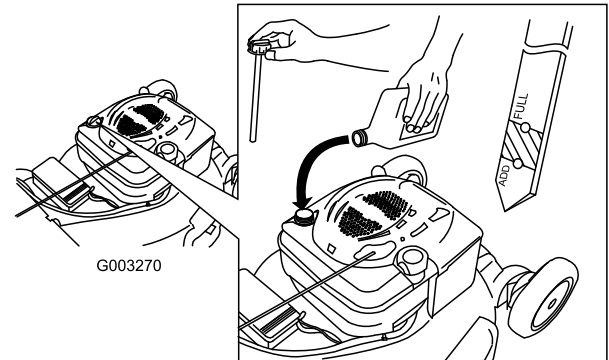

Figura 7
1. Retire la varilla (Figura 7).
2. Vierta **lentamente** aceite en el tubo de llenado hasta que el nivel llegue a la marca "Full" (lleno) de la varilla (Figura 7). **No llene demasiado.** (Capacidad máxima: 0,59 l (20 onzas), tipo: SAE 30, aceite detergente con clasificación de servicio API SF, SG, SH, SJ, SL o superior.)